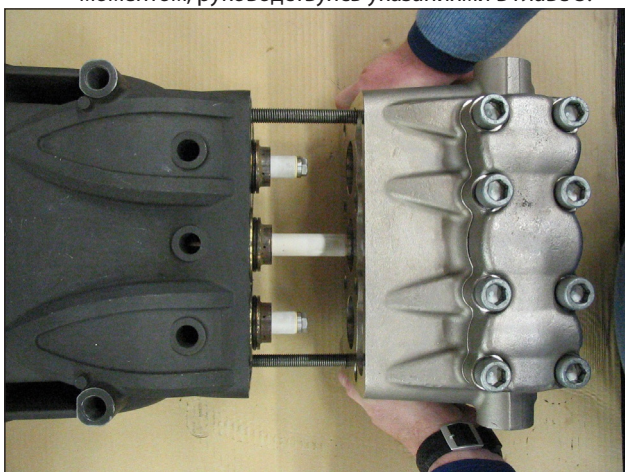

Рис. 33
- В) Смажьте компоненты ②③⑤ силиконовой смазкой типа OCILIS, код 12001600; считается, что это также улучшает усадку кромки уплотнений на поршне.
2. С помощью двух вспомогательных винтовых штифтов (код. 27508200), прикрепленных к картеру, как показано на Рис. 33, установите головку в сборе; при этом убедитесь, что она отцентрирована только по центральному поршню.